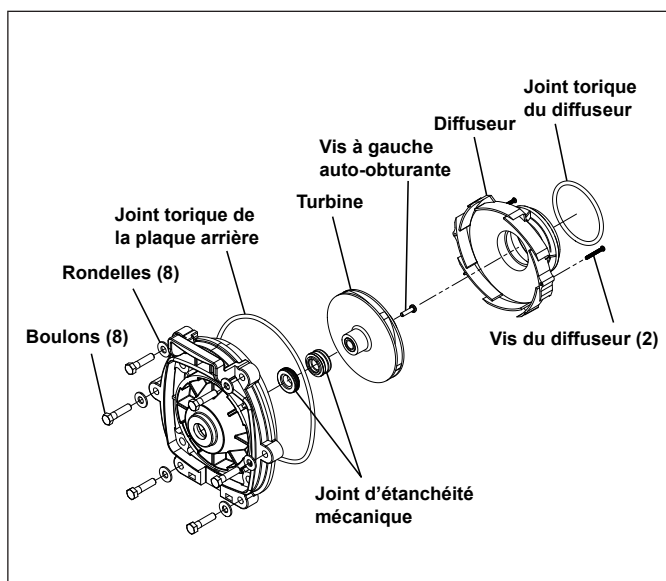

Figure 16. Vue éclatée du diffuseur et de la turbine
1. Appuyer sur la moitié du nouveau joint face en carbone (voir les figures 16 et 17) sur l'arbre du moteur dans un mouvement de torsion. S'assurer que la surface de carbone est exposée face à l'anneau en céramique dans la plaque arrière.